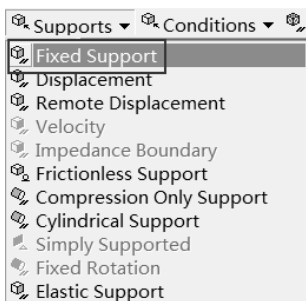

图 7-70 选择固定约束
Step2：选择 Environment (环境) 工具栏中的 Supports Fixed Support 命令，如图 7-70 所示。